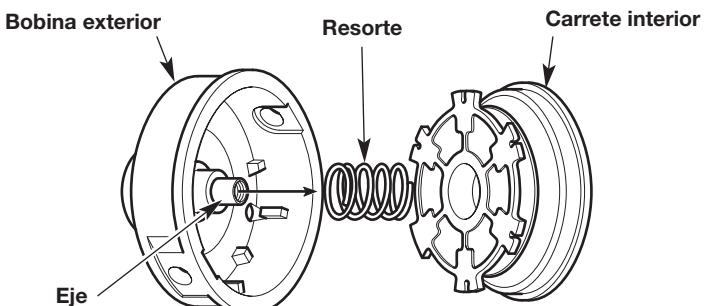

Fig. 19
3. Retire el carrete interior de la bobina exterior (Fig. 19).
4. Retire el resorte del carrete interior (Fig. 19).